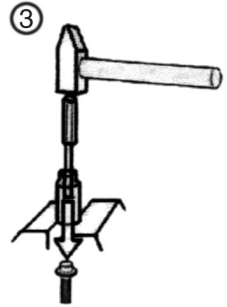

Abbildung 3
- am Schraubstock auflegen (siehe Abbildung 3)